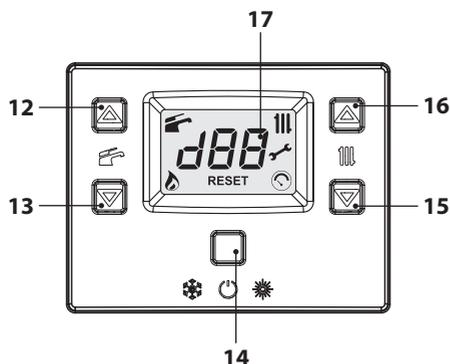
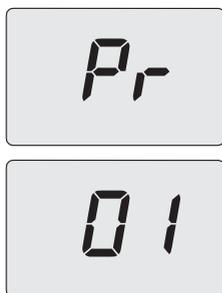
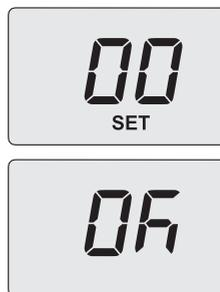

Figura 8.3
Figura 8.4
Figura 8.6
- Entrare in "modalità programmazione" premendo contemporaneamente per 10 secondi i tasti 14-15-16 (Figura 8.3) fino a far apparire sul display LCD le lettere **Pr** che si alternano al numero del parametro **01**, indicanti l'entrata nel "parametro 01" (Figura 8.4).
Sul display compare la scritta **"SET"** (Figura 8.6).
- Premendo il tasto 14 (Figura 8.3) si ottiene la conferma del valore inserito. Sul display appare per 3 sec. la scritta **"Ok"** (Figura 8.6), per poi visualizzare la lista dei parametri.
- Per uscire, premere il tasto 14 (Figura 8.3) e togliere alimentazione elettrica.